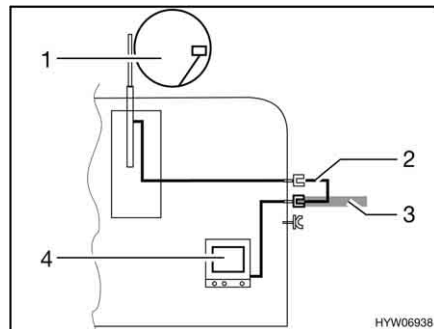

Bild 186 TV i fordonet
- TV i fordonet (Bild 186,4): Anslutning till takantenn (Bild 186,1) med anslutningskabel (Bild 186,2)
- TV i fordonet (Bild 186,4): Anslutning till extern antenn (Bild 186,3)